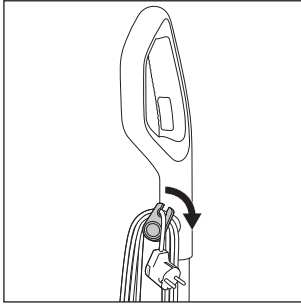

Fig. 16
- ◆ Desenrole totalmente o cabo de alimentação 17 dos suportes de cabo superior e inferior 16/20. Para desenrolar rapidamente o cabo de alimentação 17 dos suportes de cabo 16/20, puxe o suporte de cabo superior 16 um pouco para fora e rode-o para baixo (ver fig. 16).